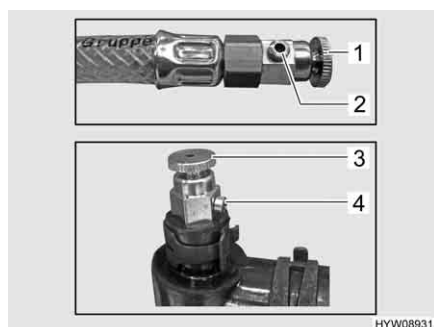

Fig. 184 Valvole di sfiato del riscaldamento ad acqua calda
- Aprire la valvola di sfiato (Fig. 184,1 o 3) e lasciarla aperta finché non esce più aria dall'apertura della valvola (Fig. 184,2 o 4).